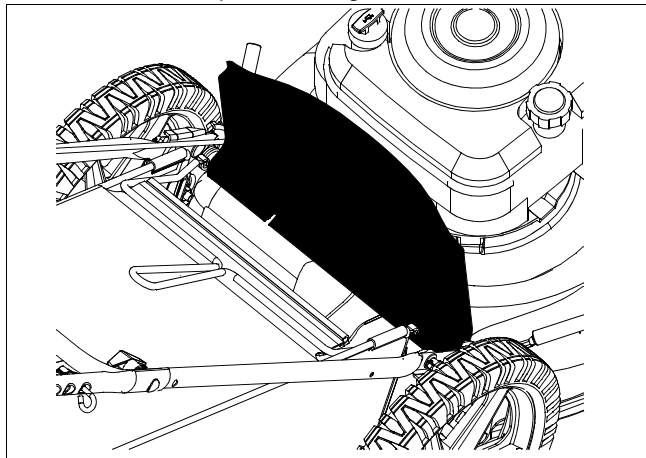

Figura 9
- Levante la puerta de descarga posterior y coloque la tolva para recorte en la barra de pivote. Descanse la puerta de descarga en la tolva para recorte de césped. Ver Figura 9.